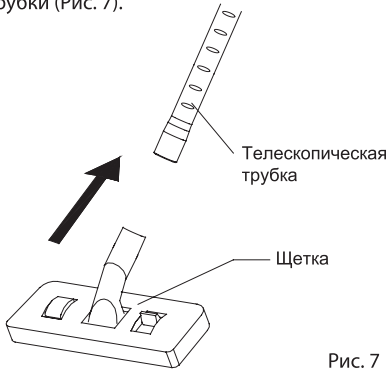

Рис. 7
3. Установите необходимую принадлежность для уборки на конечную часть телескопической трубки (Рис. 7).